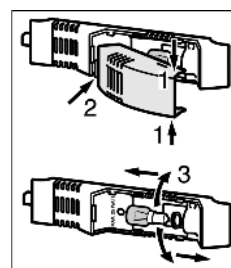

Fig. 8
- ▶ Возьмитесь за крышку лампы сверху и снизу Fig. 8 (1).
- ▶ Выведите крышку лампы сзади из зацепления и снимите Fig. 8 (2).
- ▶ Замените лампу Fig. 8 (3).